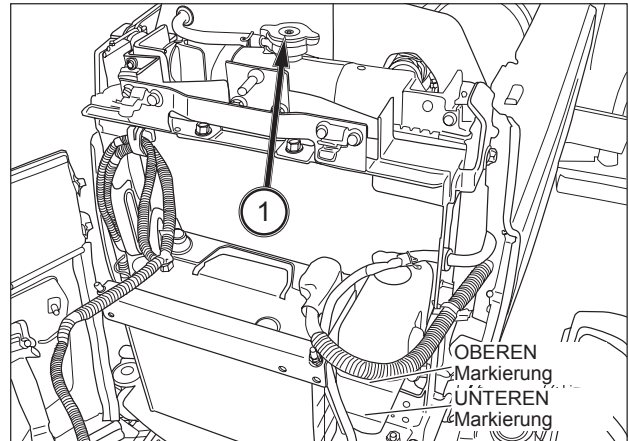

ABB. 132
**ABB. 132:** Das Kühlsystem wird werksseitig mit Frostschutzmittel gefüllt, das Motor und Kühler bis zu einer Temperatur von -34 °C schützt. Der Kühlmittelstand sollte sich immer zwischen der oberen und unteren Markierung am Reservebehälter befinden. Zum Schutz vor Frostschäden jährlich prüfen, ob noch genügend Frostschutzmittel im Kühlmittel vorhanden ist.